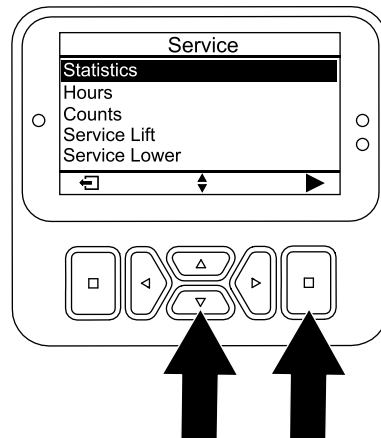

Figura 96
5. All'interno della schermata MANUTENZIONE, premete il pulsante Giù fino a quando non viene selezionata l'opzione STATISTICHE, quindi premete il pulsante Invio (Figura 96).